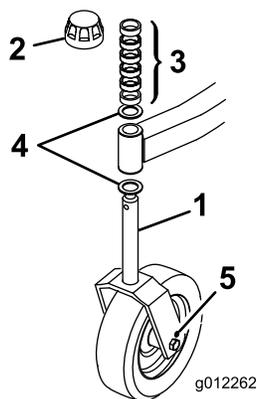

Bild 14
**Hinweis:** Ein besseres Schnittbild der Grünfläche kann bei niedrigeren Schnitthöhen erzielt werden, wenn Sie das Heck des Mähwerks absenken. Versetzen Sie hierfür die hinteren Lauftradachsen in das obere Loch der Lauftradgabeln (Bild 14). Setzen Sie die Achsen bei höheren Schnitthöhen in die unteren Löcher der Lauftradgabel, wenn Sie kein optimales Schnittbild benötigen.
2. Nehmen Sie die Spannkappe von der Spindelwelle ab. Legen Sie die Distanzstücke auf die Lauftradspindel, um die gewünschte Schnitthöhe zu erhalten (Bild 18 und 19). Schieben Sie dann eine Scheibe (Bild 14) auf die Spindel.
3. Drücken Sie die Lauftradspindel durch den vorderen Lauftradarm, setzen Sie die andere Druckscheibe und die restlichen Distanzstücke auf die Spindel und befestigen Sie alle Teile mit der Spannkappe (Bild 14).